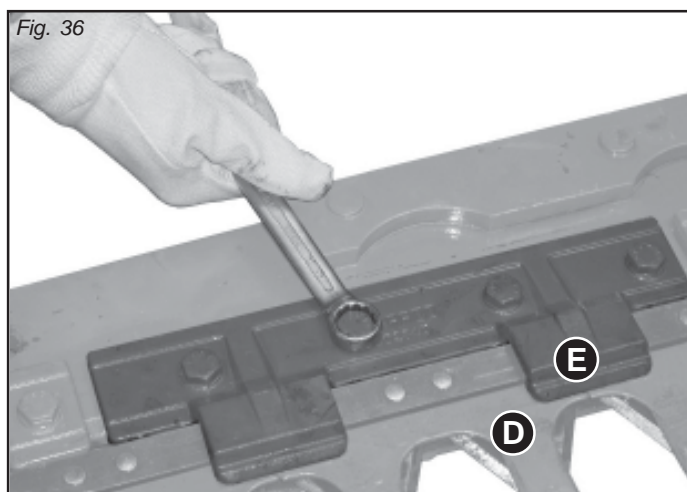

Fig. 36
Al principio de cada temporada es importante verificar el acoplamiento correcto entre la varilla portadientes (D, Fig. 36) y la guía de la hoja (E).
- desenrosque la guía de la hoja (Fig. 36);